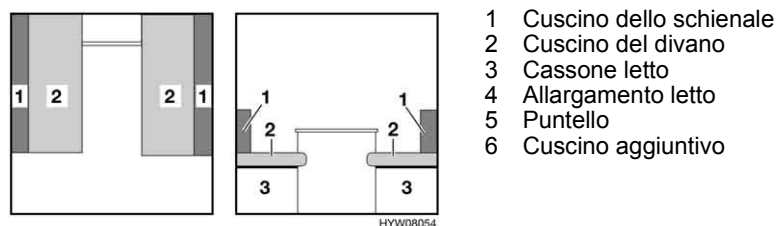

Fig. 78 Prima della trasformazione
- Riporre i cuscini dello schienale (Fig. 78,1).